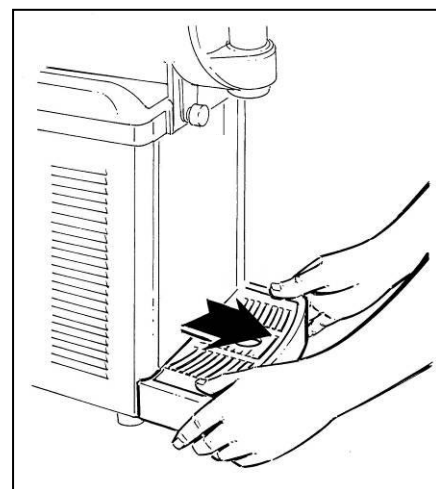

Fig. 9
- **D**émonter le bac d'égouttement en le tirant vers l'extérieur (fig.9).